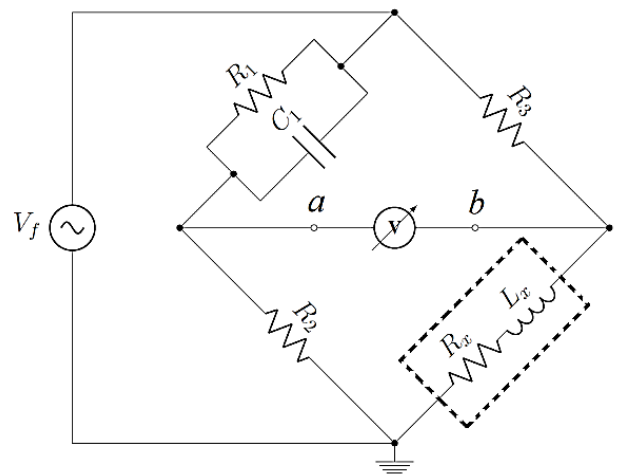

Figura 9
13. O circuito representado na Figura 9 é conhecido como Ponte de Maxwell e é utilizado para modelagem de bobinas, cujo modelo de circuito equivalente é dado por uma indutância (L_x) em série com uma resistência (R_x). Montando-se a ponte com $R_1 = 40 \text{ k}\Omega$, $R_2 = 1,6 \text{ k}\Omega$, $R_3 = 4 \text{ k}\Omega$ e $C_1 = 0,45 \text{ }\mu\text{F}$, a fonte de tensão alternada senoidal V_f foi ajustada de tal forma que o voltímetro conectado aos pontos a e b apresentasse 0 V (condição de equilíbrio da ponte).